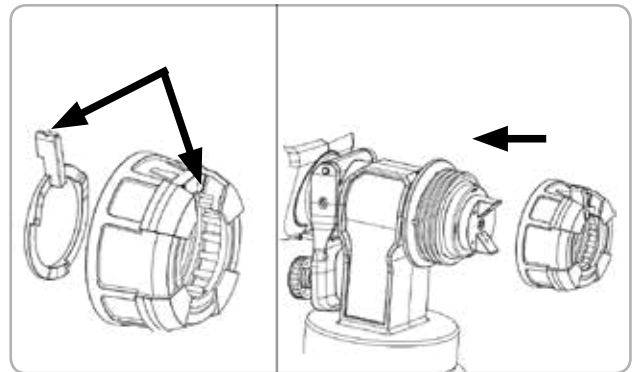

Fig.6
- Introduceți pârghia de reglare a lățimii jetului în piulița de îmbinare. (Fig. 6)
- Înșurubați piulița unită. (Fig. 6)